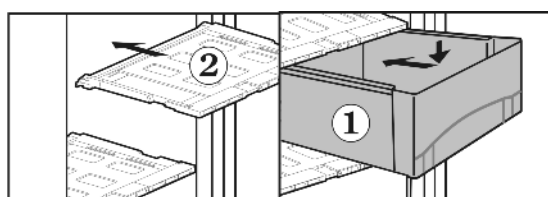

Рис. 20
- ▶ Вставьте крышку ящика Рис. 20 (2): вставьте перемычку крышки ящика снизу в нижние держатели и зафиксируйте их спереди.
- ▶ Пosaдите ящик Рис. 20 (1) на направляющие и вставляйте до тех пор, пока ящик не зайдет в зацепление.